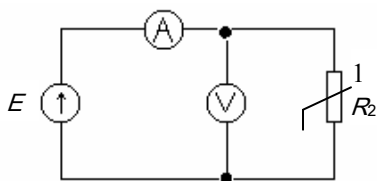

Рис. 6.2
- а) собрать схему, показанную на рис. 6.2;